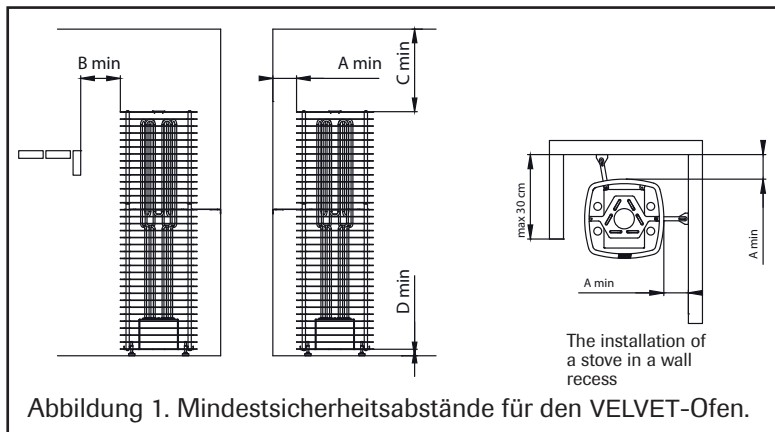

Abbildung 1. Mindestsicherheitsabstände für den VELVET-Ofen.
**) Siehe Abbildung 1
- Der Ofen kann auch in einer Wandaussparung aufgestellt werden, siehe Abbildung 1.